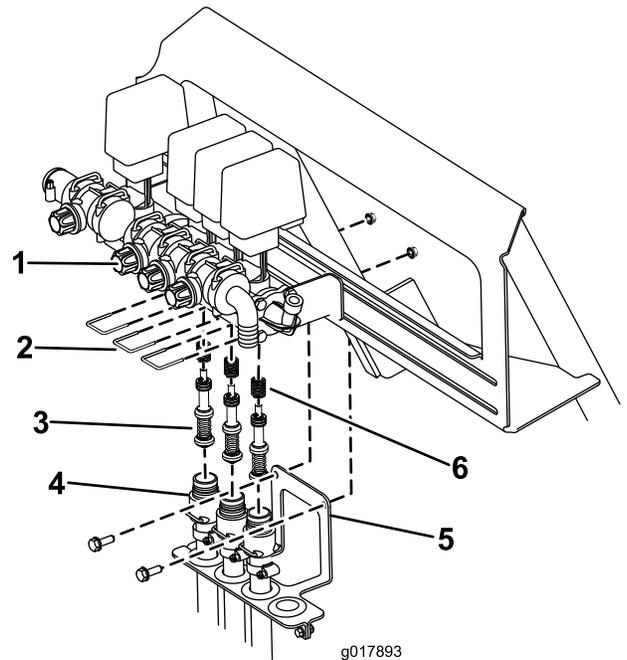

Figura 70
- B. Retire os 3 eixos que prendem os encaixes da válvula ao conjunto da válvula (Figura 70).
- C. Retire os 2 parafusos e porcas que prendem os suportes da rede de tubos à estrutura do pulverizador (Figura 70). Baixe os tubos afastando-os do conjunto da válvula.
- D. Utilizando uma chave Allen de 3 mm, retire os parafusos que prendem os conjuntos dos pistões no conjunto da válvula. Certifique-se de que conta com as molas na válvula (Figura 70).